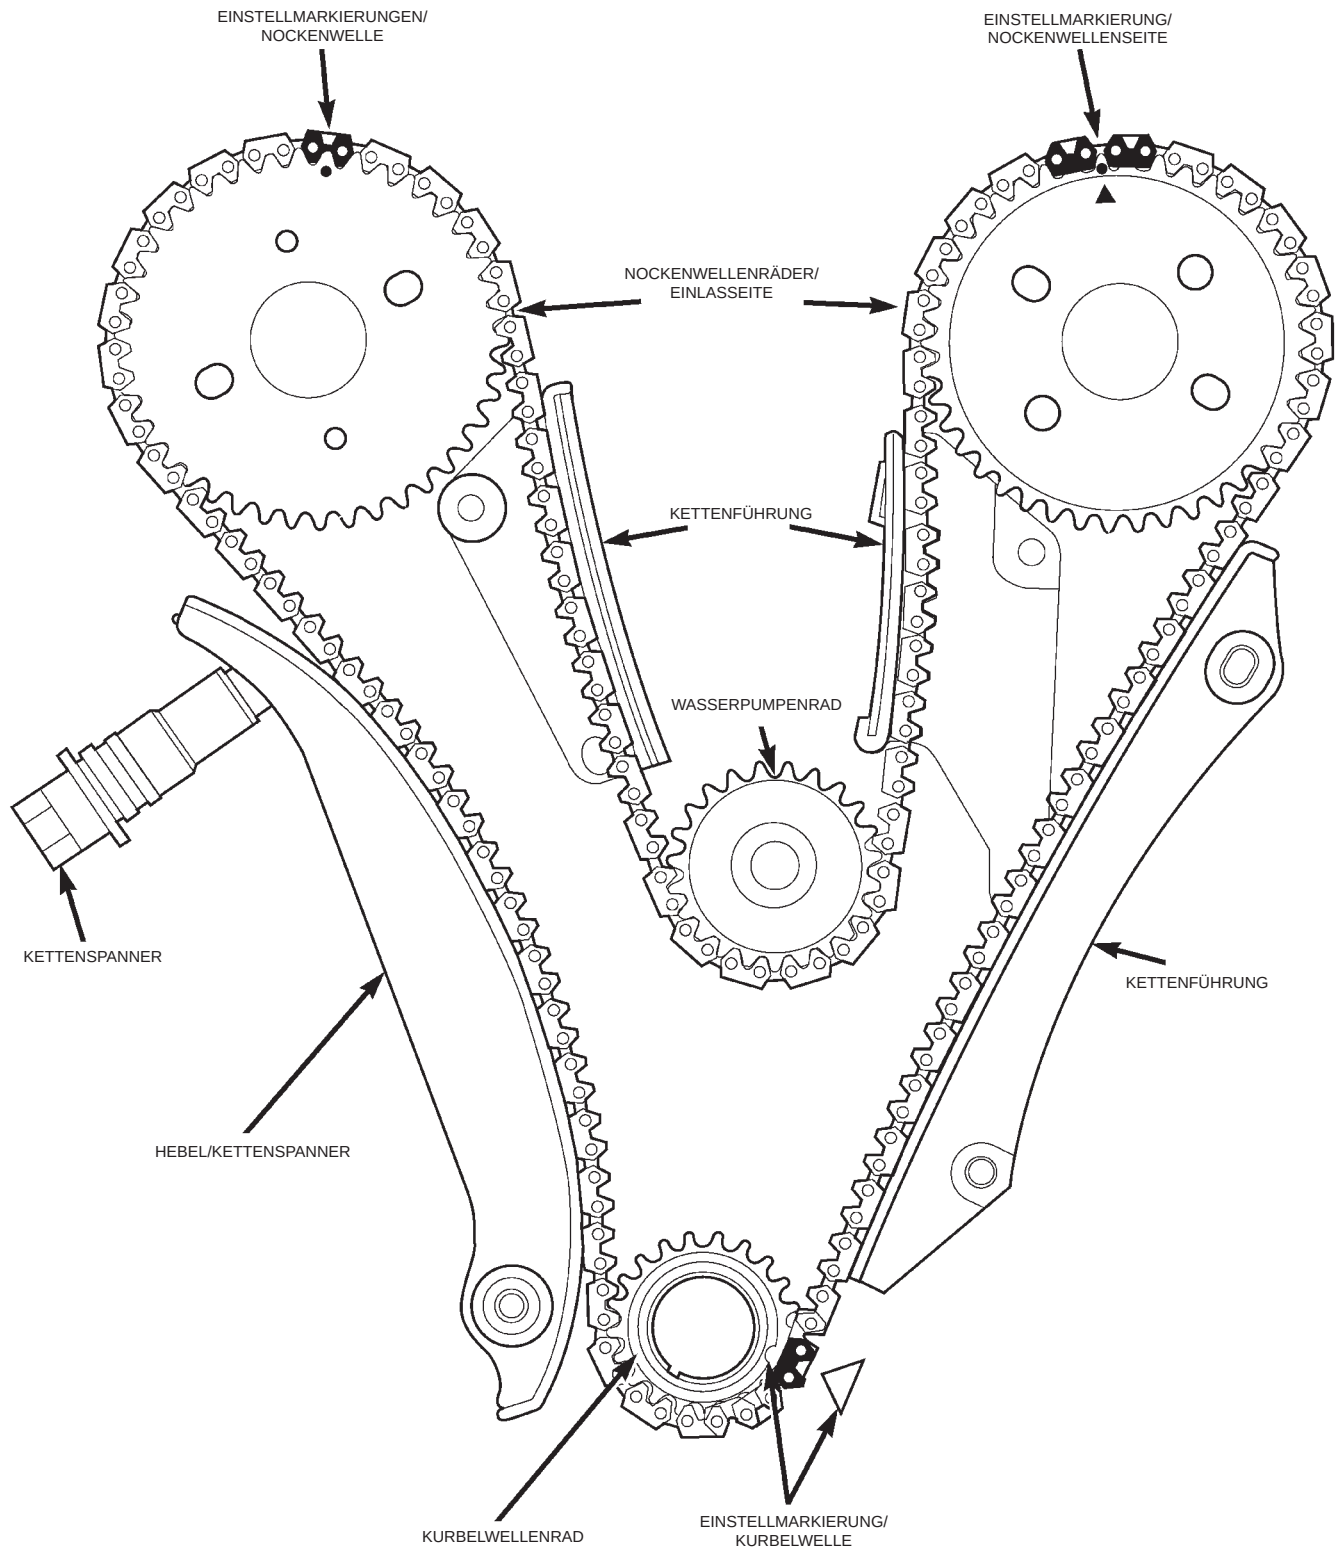

Abb. 55 Einstellmarkierungen/Primärsteuerkette
(1) Einstellmarkierung des Kurbelwellenrad mit der Markierung auf dem Ölpumpengehäuse zur Deckung bringen (Abb. 55).
(2) Das linke Nockenwellenrad der Primärkette so anlegen, daß sich die Einstellmarkierung zwischen den beiden plattierten Kettengliedern befindet (Abb. 55).
(3) Die Primärkette mit dem linken Nockenwellenrad durch die Öffnung im linken Zylinderkopf absenken.
(4) Das linke Nockenwellenrad locker auf die Nockenwellennabe aufsetzen.
(5) Das plattierte Kettenglied mit der Einstellmarkierung des Kurbelwellenrades zur Deckung bringen. (Abb. 55).
(6) Die Primärkette am Antriebsrad der Wasserpumpe montieren.
(7) Die Einstellmarkierung des Nockenwellenrads rechts mit dem plattierten Kettenglied der Steuerkette zur Deckung bringen (Abb. 55) und lose über der Nabe der Nockenwelle ausrichten.
(8) Darauf achten, daß alle plattierten Kettenglieder genau auf die Einstellmarkierungen aller Wellenräder ausgerichtet sind. (Abb. 55).
schrauben mit einem Anzugsmoment von 28 N·m (250 in. lbs.) (Abb. 55) festziehen.
(15) Die Nockenwelle links drehen. Dazu eine 3/8"-Erweiterung mit Gelenkgriff an der Nabe des Einlaß-Nockenwellenantriebs ansetzen und die Nockenwelle drehen, bis die Befestigungsschrauben des Nockenwellenrades eingedreht werden können. Die Schrauben des Nockenwellenrades mit einem Anzugsmoment von 28 N·m (250 in. lbs.) festziehen (Abb. 55).